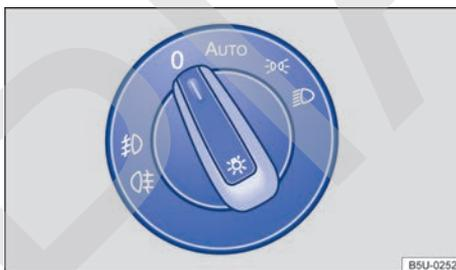

Fig. 64 En el panel: mando de las luces.
Girar el conmutador de las luces → fig. 64 a la posición deseada:
La luz de control en el interruptor de las luces → fig. 64 indica que el farol de neblina está encendido.
- Encender el farol de neblina : tirar del interruptor de las luces → fig. 64 de la posición o hasta la primera marcha.
- Encender la linterna de neblina : tirar totalmente del interruptor de las luces → fig. 64 de la posición o .